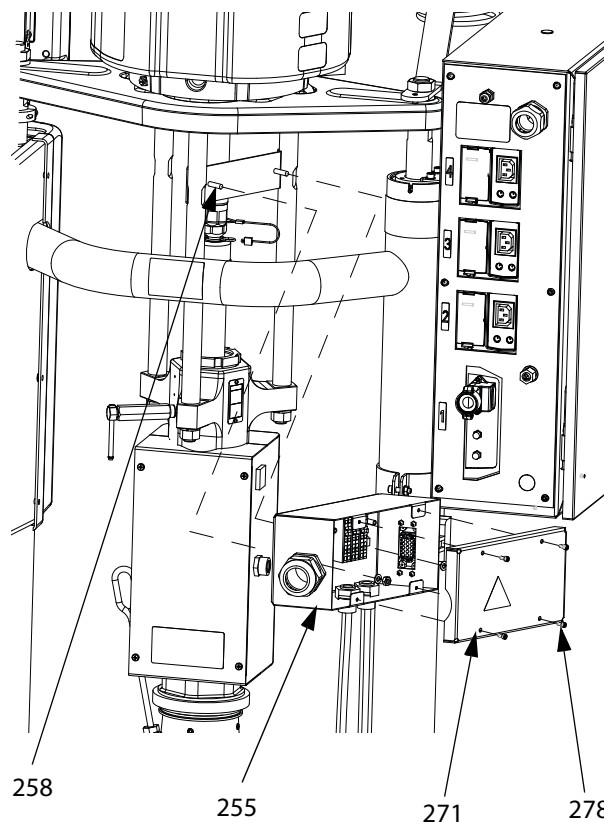

Рис. 36. Извлечение распределительной коробки D60
Для менее габаритных опорных емкостей (системы подачи D60 7,62 см): Установите распределительную коробку (255) обратно на кронштейн (258). Прикрепите крышку (271) винтами (278). См. Рис. 36.